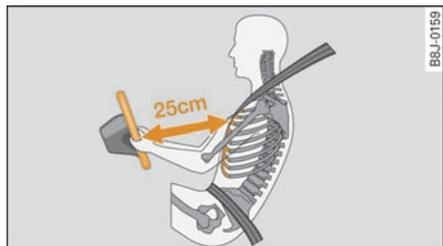

图 185 驾驶员离方向盘的最小距离
- 调整方向盘的位置，使方向盘与胸部之间的距离至少 25 cm =>图 185。
- 调节好驾驶员座椅，使胸部与方向盘中心之间的距离至少为 25 cm =>图 185。